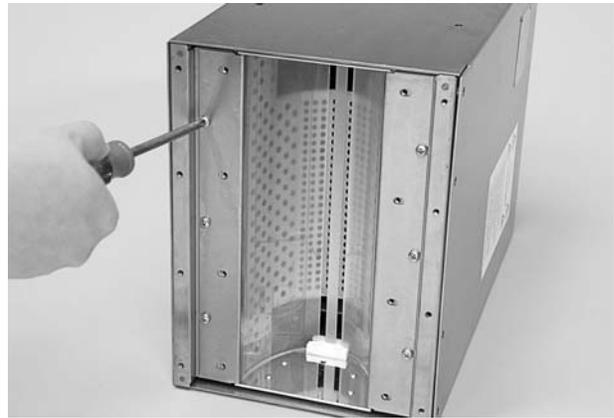

Figure 4-3 Dépose des barres de retenue
5. Voir la figure 4-3. Retirer les six vis de fixation et les deux barres de retenue de la base du logement de lampe.